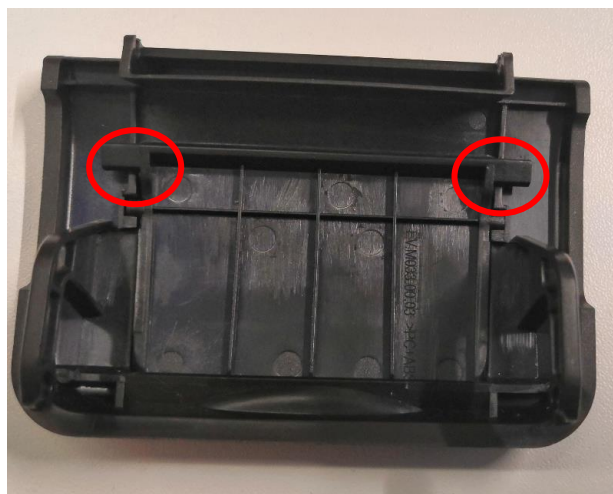

Рисунок 23. Демонтаж рычага.
15. Установить рычаг в крышку лотка так, чтобы втулки рычага попали в соответствующие пазы крышки. Надавить с внутренней стороны до характерного щелчка, чтобы зафиксировать сборку (**Рисунок 23**).